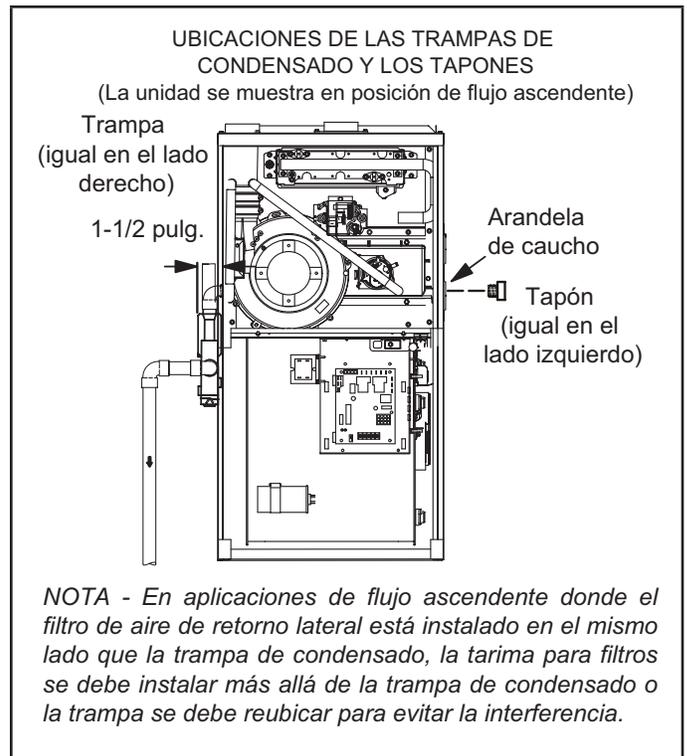
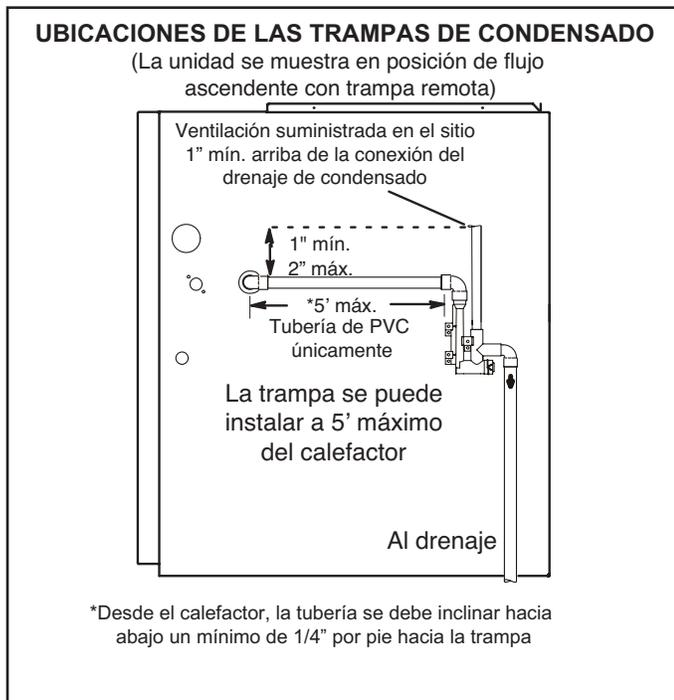
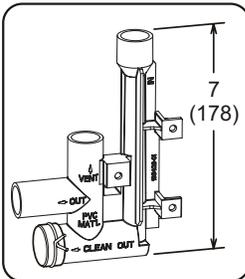

Figura 45
Figura 47
Figura 53
Esta unidad está diseñada para salida de la tubería de condensado a la derecha o a la izquierda en aplicaciones de flujo ascendente. En aplicaciones horizontales, la trampa de condensado se debe extender debajo de la unidad. Se requiere un espaciamiento de servicio de 8" para la trampa de condensado. Consultar la Figura 45 y la Figura 47 para las ubicaciones de las trampas de condensado. La Figura 53 muestra el ensamble de trampa usando PVC de 1/2" o PVC de 3/4".
- 2 - Use un destornillador grande de punta plana o una extensión de la boquilla de accionamiento de 1/2" y retire el tapón (Figura 45) de la caja del cabezal del extremo frío en la ubicación apropiada en el costado de la unidad. Instale el accesorio del codo macho hembra de 3/4 NPT en la caja del cabezal del extremo frío. Use cinta de Teflón o un recubrimiento para tuberías apropiado.
- 3 - Instale la tapa sobre la abertura de limpieza en la base de la trampa. Sujétela con una abrazadera. Ver la Figura 53.
- 4 - Instale la trampa de drenaje con los accesorios de PVC apropiados y aplique pegamento a todas las uniones. Aplique pegamento a la trampa de drenaje proporcionada como se muestra en la Figura 53. Dirija la línea de condensado a un drenaje abierto. La línea de condensado debe mantener una inclinación hacia abajo de 1/4" desde el calefactor al drenaje.